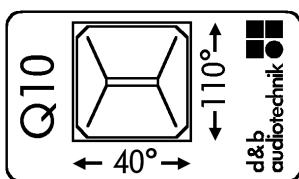

Fig. 11: Q10 Hornabstrahlwinkel
2. Drehen Sie das Horn um 90° nach rechts (entsprechend dem Label - Fig. 11).